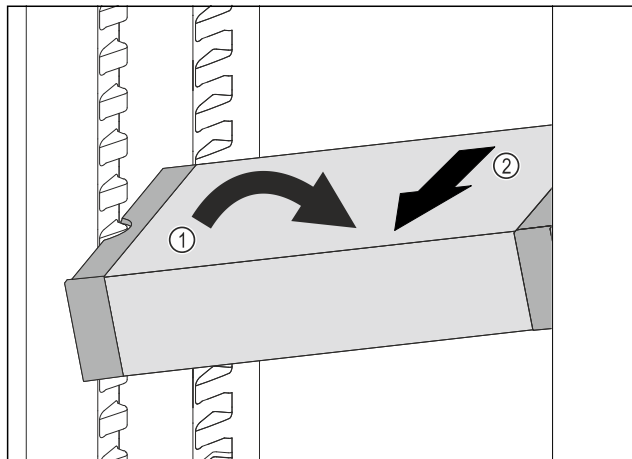

Fig. 97
- ▶ Poziționați oblic VarioSafe în frigider. Fig. 97 (1)
- ▶ Extrageți VarioSafe spre înainte. Fig. 97 (2)